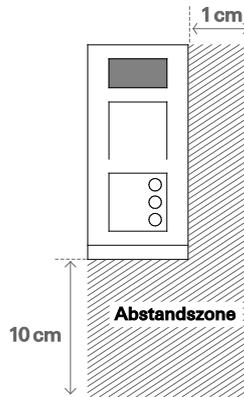

Abb. 4: Zu beachtende Abstandszonen
1.8 Installation der Außenstationen (Abb. 4)